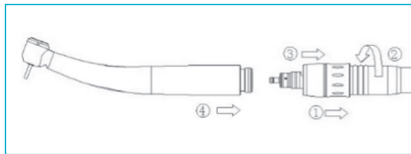

Fig. 6-7
- Die LED-Kupplung an den Turbinenschlauch schrauben (Abb. 6-7①).
- Den Schraubring des Turbinenschlauchs von Hand festziehen (Abb. 6-7②).
- Den Verriegelungsring Richtung Schlauch ziehen und die Turbine präzise ausgerichtet an die LED-Kupplung anschließen (Abb. 6-7③④).